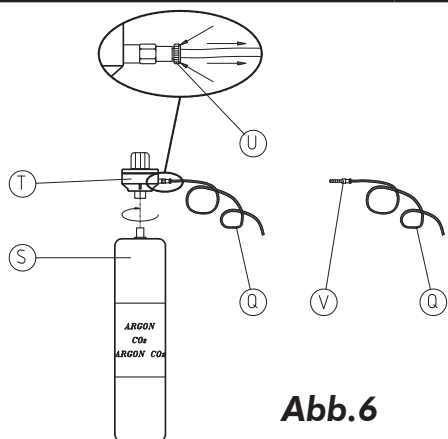

Abb.6
- Adapter - Wenn Sie aufladbare Flaschen verwenden, besorgen Sie sich einen Adapter für große Gasflaschen (ABB.6).